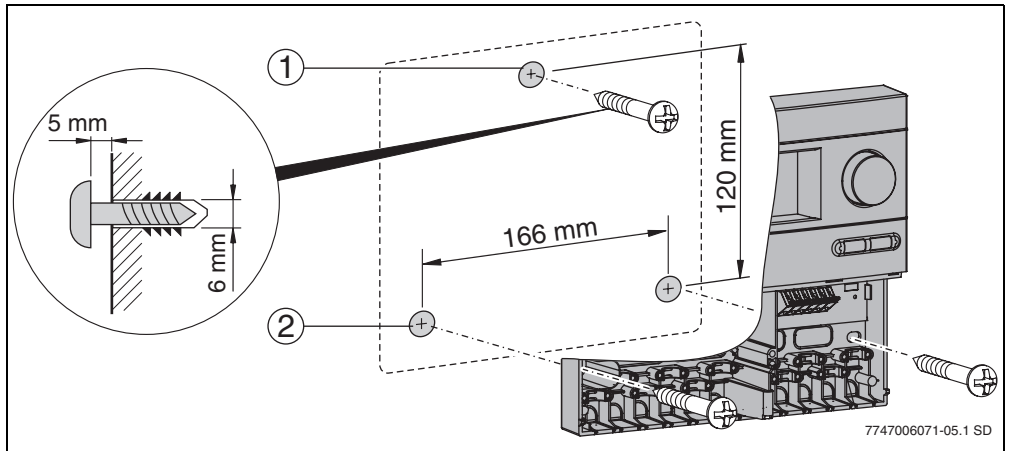

Fig. 4 Montaje del regulador en la pared
- ▶ Taladrar el agujero de fijación superior (→ fig. 4, 1) e introducir 5 mm el tornillo suministrado. Quitar los tornillos de la parte inferior del regulador y retirar la tapa. Colgar el regulador de la entalladura de la carcasa. Marcar los agujeros de fijación inferiores (→ fig. 4, 2), taladrar los agujeros e introducir los tacos. Alinear el regulador y atornillar por los orificios de fijación inferiores a la izquierda y a la derecha.